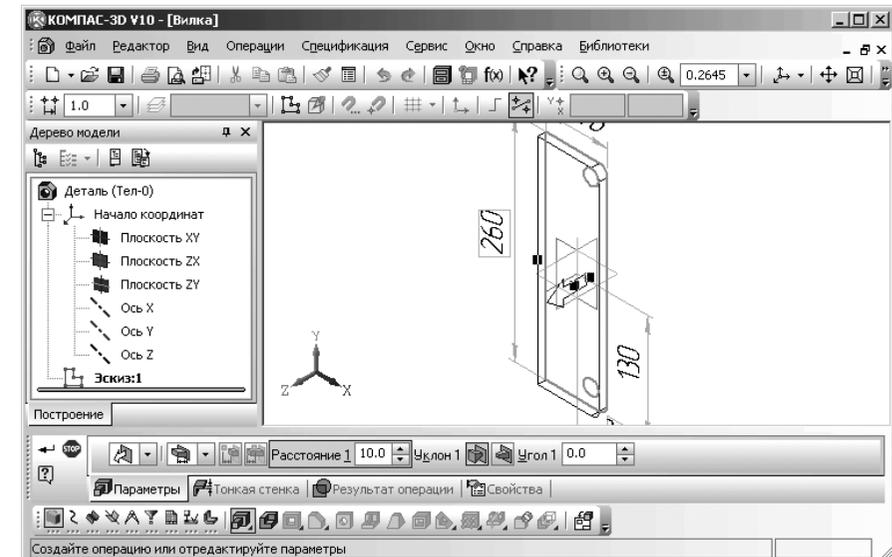

Рис. 3.44. Главное окно системы в режиме создания элемента выдавливания с открытой вкладкой **Параметры** в **Панели свойств: Элемент выдавливания**
- щелкните на **Компактной панели** в панели инструментов по кнопке – **Операция выдавливания**. Появится **Панель свойств: Элемент выдавливания** с открытой вкладкой **Параметры** (рис. 3.44).